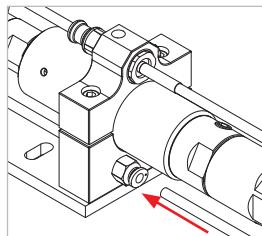

Figure 8
- ▶ Introduisez la conduite de lavage de la station-service dans le raccord de la coquille de support côté station-service (pos. 11, *Figure 8*).